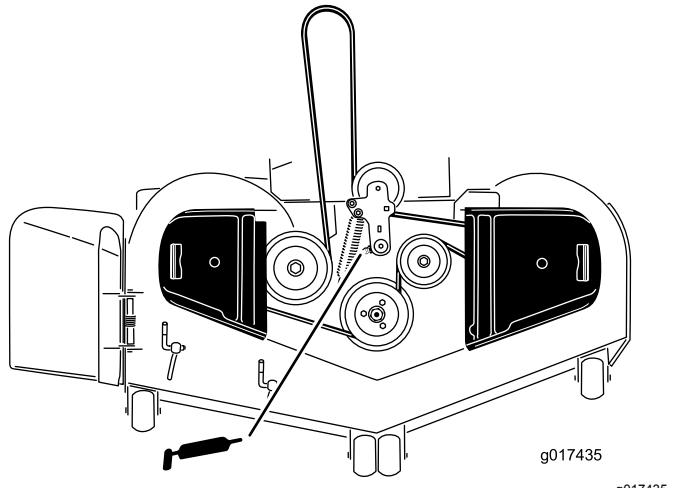

Figura 38
3. Lubrificate il perno della puleggia tendicinghia del piatto di taglio finché non fuoriesce grasso dalla parte inferiore (Figura 38).